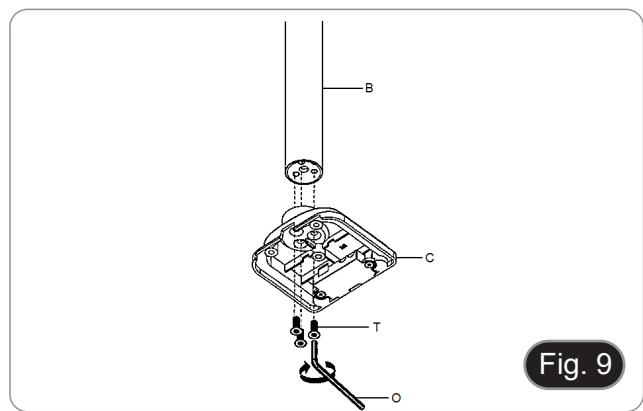

Fig. 9
- Fixer le pilier (B) à la pince de table (C) à l'aide des trois vis (T). (Fig. 9)